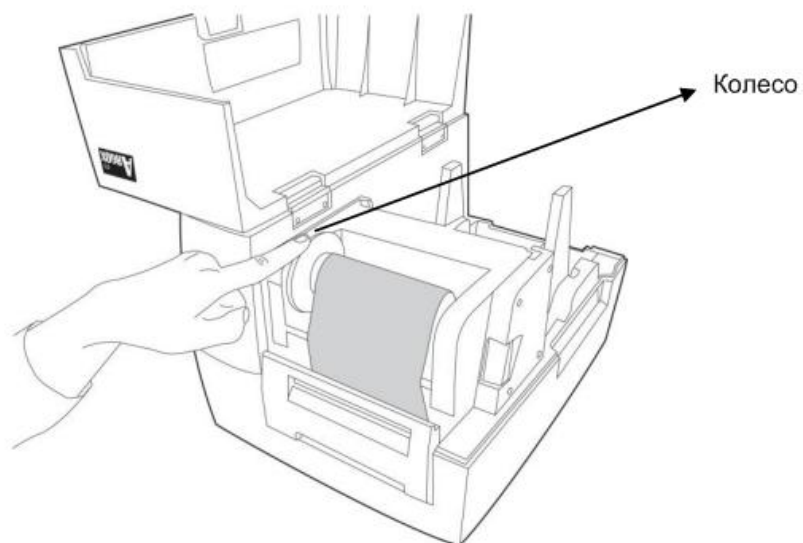

Рисунок 8
7. Поверните колесо модуля печатающей головки для обеспечения плотного наматывания ленты (Рис. 8).